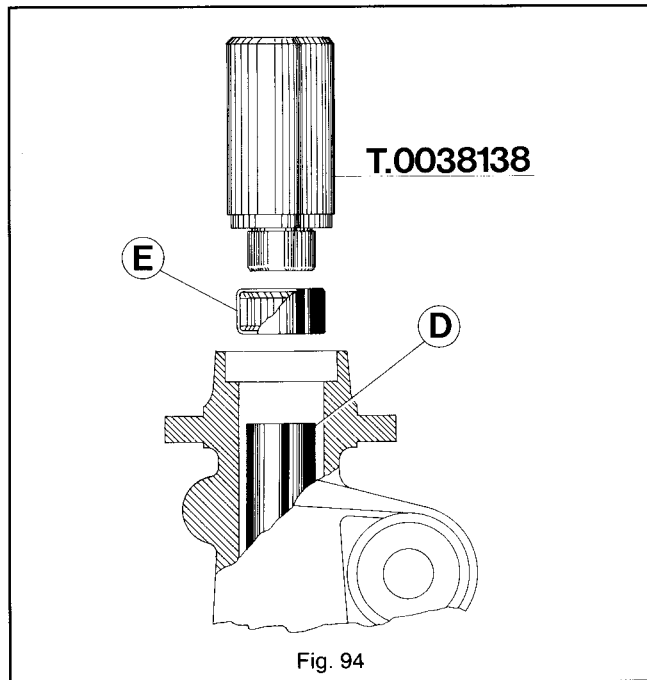

Fig. 94
N.B. - Prima di effettuare il montaggio del distanziale «D» e dell'astuccio a rullini «E» (fig. 94) riempire la camera interna del mozzo con grasso IP Atesia Grease 3 o FIAT Jota 3.
Fig. 94 - Astuccio a rullini e anello di tenuta: lasciar raffreddare il mozzetto, inserire il tubo distanziale «D» e montare l'astuccio a rullini «E» mediante l'impiego dell'apposito punzone T. 0038138.